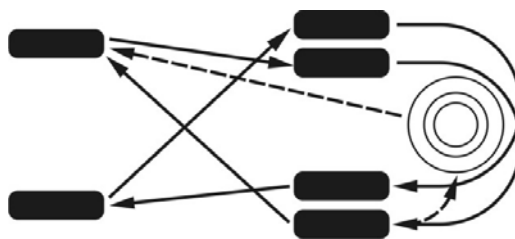

Рис. 9.8. Схема перестановки шин
– перестановку шин (рис. 9.8) следует производить по необходимости. Основанием для перестановки шин могут служить необходимость получения равномерного износа всех шин, в том числе и запасной, а также обеспечение правильного подбора шин по осям. На оси следует устанавливать шины, имеющие одинаковый износ протектора, причем более надёжные шины следует устанавливать на переднюю ось автомобиля.